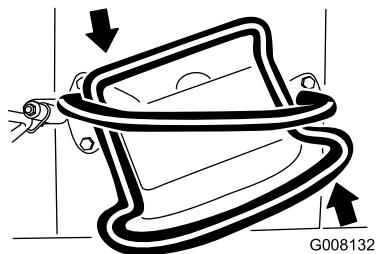

Figura 12
- Per girare a sinistra, ruotate il controllo della trazione in senso antiorario (Figura 12).